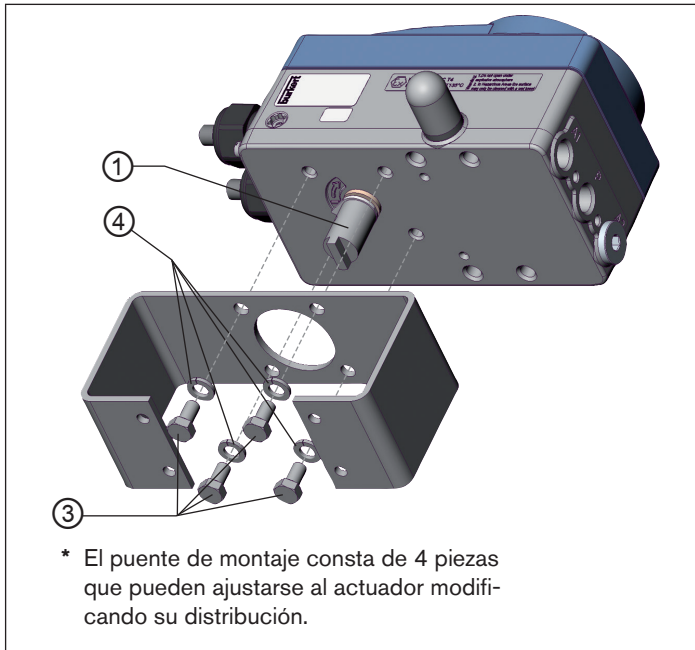

Imagen 13: Instalación del puente de montaje (representación esquemática)
- Instale el puente de montaje en el posicionador con 4 tornillos de cabeza cilíndrica ③ y las arandelas elásticas ④ (ver «Imagen 13»).